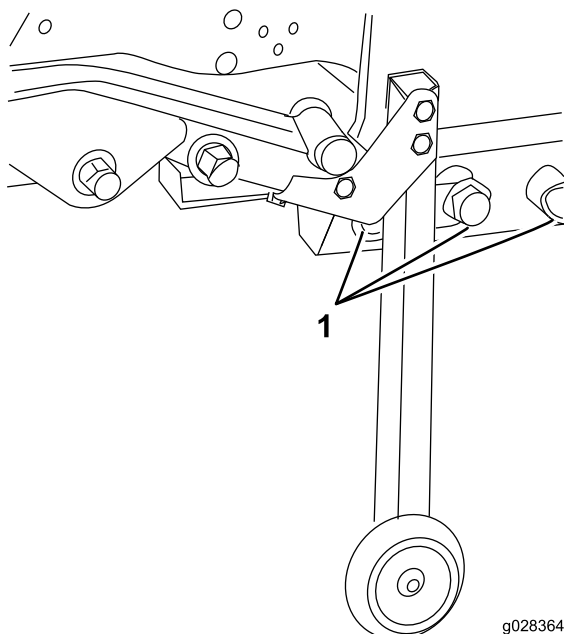

Figura 101
23. Facendo attenzione, rimuovete i bulloni (3/4 poll.), le rondelle e i dadi che fissano il telaio del piatto al telaio posteriore (3 sul lato sinistro e 2 sul lato destro) (Figura 101).